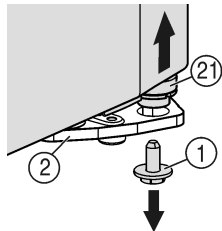
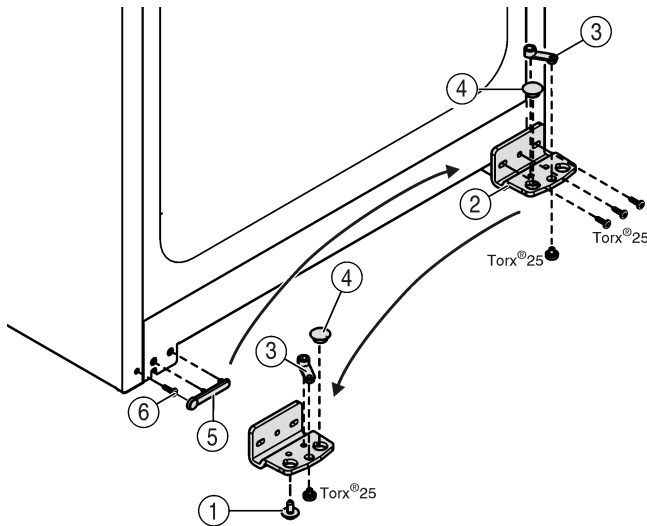

Fig. 5
Fig. 6
- Vpravo dole na stojanu ložiska vyšroubujte pojistný šroub Fig. 5 (1).
- ▷ Ložiskový čep Fig. 5 (21) se uvolní ze stojanu ložiska Fig. 6 (2).
- Pokud se ložiskový čep Fig. 5 (21) neuvolní, vytlačte čep zdola.
- Našroubujte stojan ložiska Fig. 6 (2).
- Našroubujte ložiskový díl Fig. 6 (3) a přemístěte do protilehlého upínacího otvoru stojanu ložiska, opět přišroubujte.
- Vyměňte ze stojanu ložiska zátku Fig. 6 (4) a nasadte do protilehlého upínacího otvoru stojanu ložiska.
- Opatrně zvedněte kryt Fig. 6 (5) na straně madla.
- Vyšroubujte šroub Fig. 6 (6) a na protější straně ho opět nasadte.
- Kryt Fig. 6 (5) opět nasadte.
- Přišroubujte opět stojan ložiska Fig. 6 (2) na novou stranu závěsu (silou 4 Nm), příp. pomocí akumulátorového šroubováku.
- Zašroubujte a dotáhněte pojistný šroub Fig. 5 (1) dole do ložiskového čepu (silou 4 Nm).